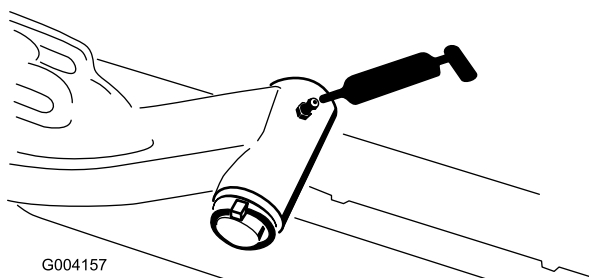

Рисунок 79
- Ось поворота подъемного рычага (по 1 шт.) (Рисунок 79)